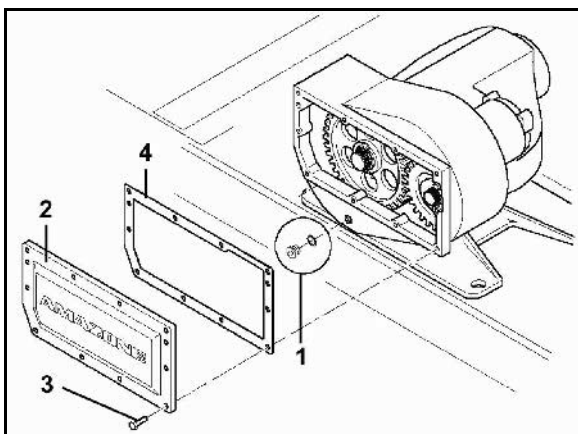
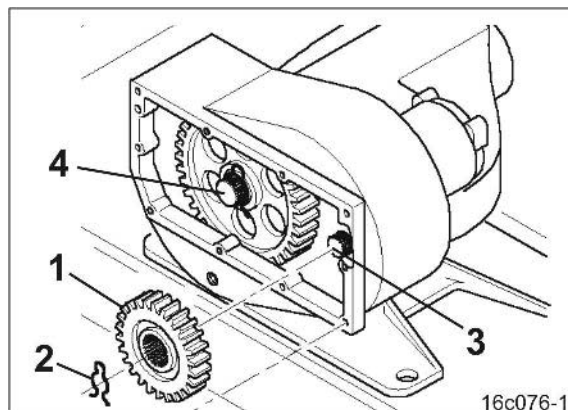

Bild 61
Bild 62
Du kan också sänka oljenivån genom att tappa av växellådsolja med oljeavtappningsskruven (Bild 61/1). Om inga smutspartiklar tillåts komma ner i den uppsamlade växellådsoljan kan den hällas tillbaka i växellådan genom öppningen för oljemätstickan när kuggdrevsbytet är klart
6. Lossa och ta bort skruvarna (Bild 61/3) till växellådslocket (Bild 61/2).
- Kuggdreven (Bild 62/1) är säkrade mot axialförskjutning med hjälp av hållarfjädrar (Bild 62/2) i axeländarna.
8. Ta bort hållarfjädrarna (Bild 62/2).
9. Dra av kuggdreven från axeländarna på drivaxeln (Bild 62/3) och den utgående axeln (Bild 62/4).
11. Montera en hållarfjäder (Bild 62/2) i änden på båda axlarna.
12. Skruva fast växellådslocket (Bild 61/2) med packning (Bild 62/4) på växelhuset.